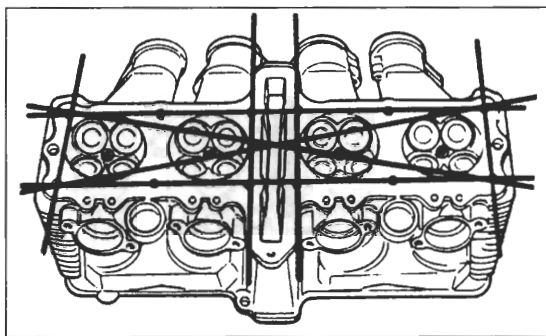

Bild 171
● Ventilschaftende kann unter der Voraussetzung nachbearbeitet werden, dass Mass ① Bild 171 2,5 mm nicht unterschreitet, andernfalls Ventil ersetzen.